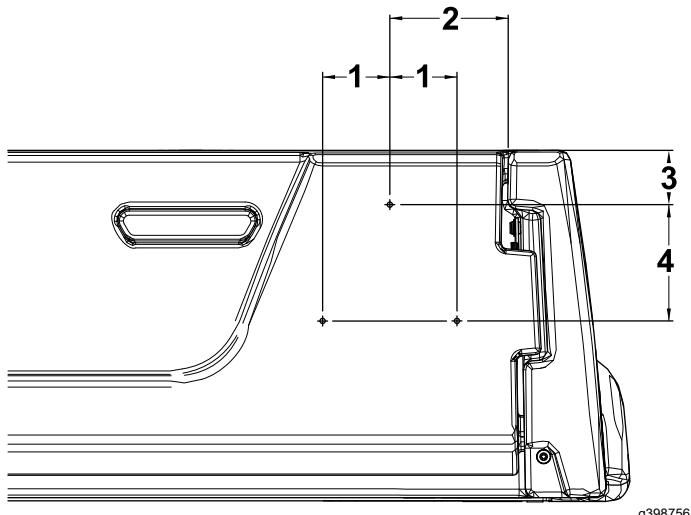

Bild 17
1. Messen Sie an der rechten Seite der Heckklappe 130 mm von der rechten Kante der Heckklappe und 60 mm von oberhalb der Heckklappe und markieren Sie diese Position (Bild 17).
2. Messen 128 mm nach unten von dem in Schritt 1 markierten Loch und 74 mm nach rechts und links und markieren Sie die beiden Positionen (Bild 17).
3. Bohren Sie in alle drei Markierungen ein Loch mit einem Durchmesser von 5 mm (13/64") (Bild 17).